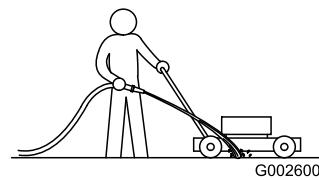

Figura 18
- Com o motor a funcionar e a lâmina engatada, deixe correr água em frente da roda traseira direita (Figura 18).